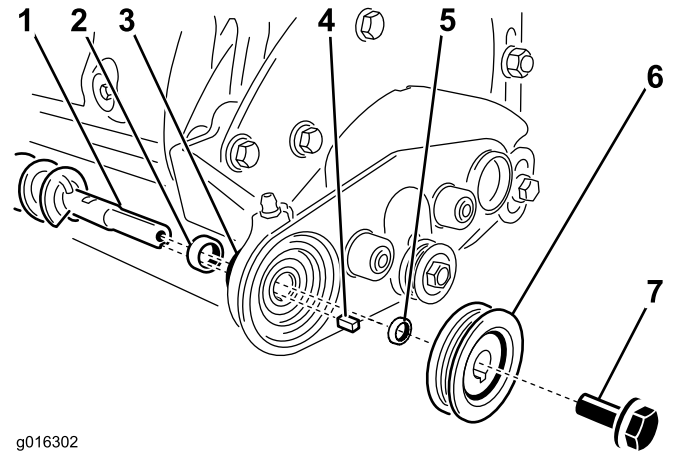

Figura 6
- Empurre o anel de fixação para a ombreira no eixo das escovas. Insira o eixo das escovas no rolamento no apoio da escova direita, consulte Figura 6.
- Instale a chave quadrada no eixo e no espaçador (Figura 6).
- Empurre a polia de transmissão para o veio e aperte-o no sítio com o parafuso com rosca de bloqueio (Figura 6); aperte com 15-16 N m.